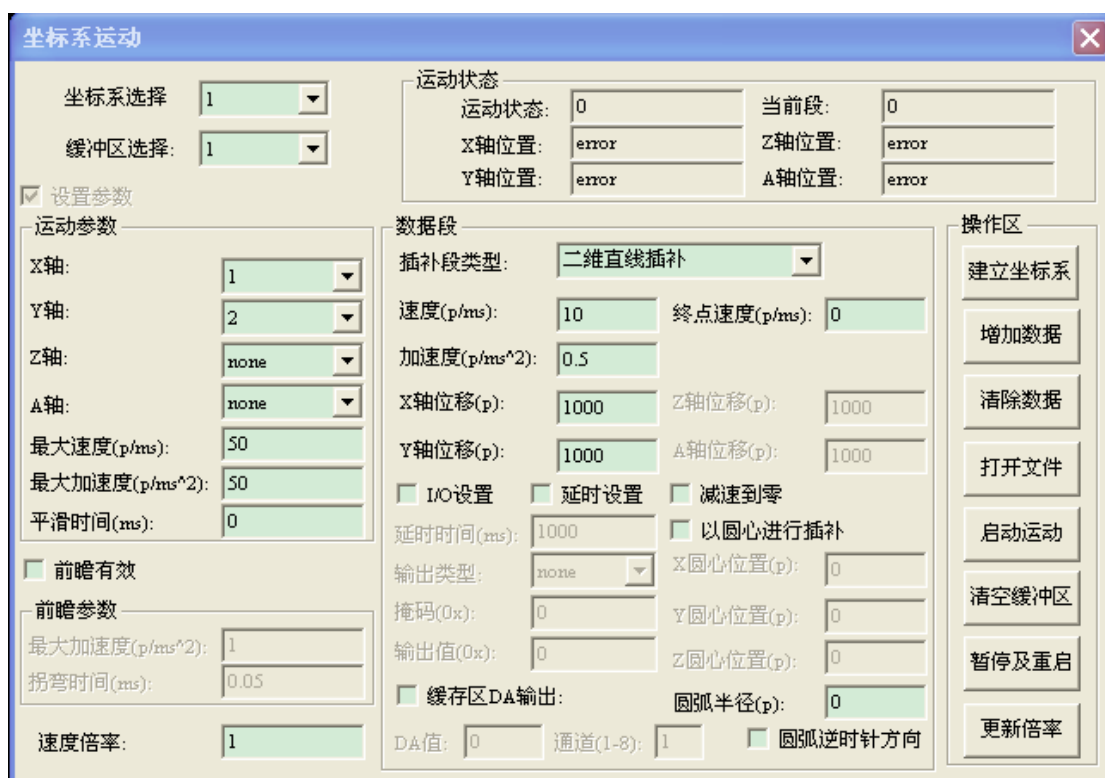

图 4-13 插补运动模块对话框
- (1) 请确认控制器与驱动器之间已正确可靠地连接。
- (2) 请确认控制器第一、二轴轴状态正常，并且伺服使能两轴。（无报警、无限位、已经伺服使能）。
- (3) 点击主界面菜单“视图”->“插补运动”，将会弹出插补运动模块对话框，如图 4-13 所示。